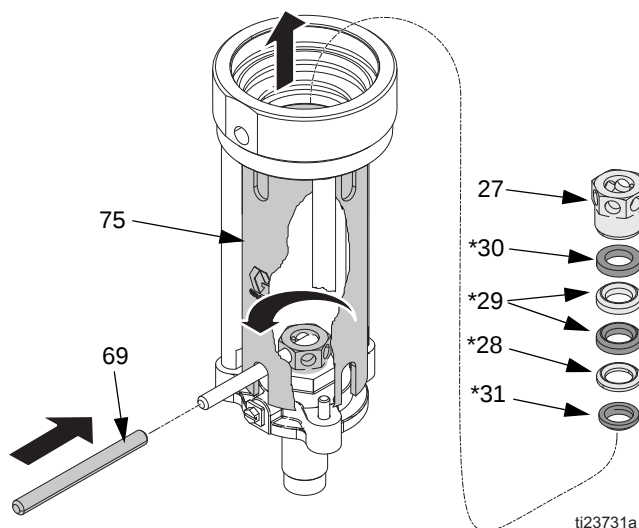

FIG. 25
12. Retirer l'écrou hex (27) de la bride de fixation (26). Enlever le presse-étoupe femelle (30*), les 2 joints en PTFE (29*), le presse étoupe mâle (28*) et le racleur (31*). Vérifier si aucune des pièces n'est endommagée. Voir FIG. 25.